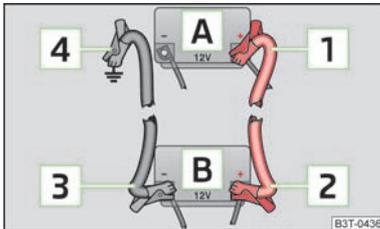

Abb. 163
- > Ein Ende **[1]** am Pluspol » Abb. 163 der entladenen Batterie **[A]** befestigen.